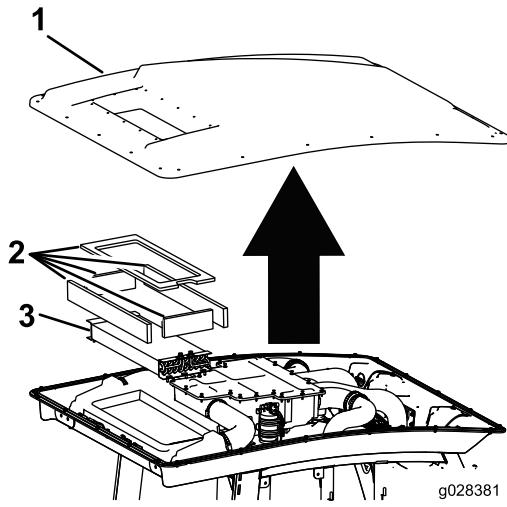

Figura 55
3. Togliete il tetto della cabina rimuovendo i 22 bulloni che fissano il tetto (Figura 55).
4. Togliete i filtri dell'aria (Figura 55).
5. Rimovete e pulite le serpentine refrigeranti (Figura 55).